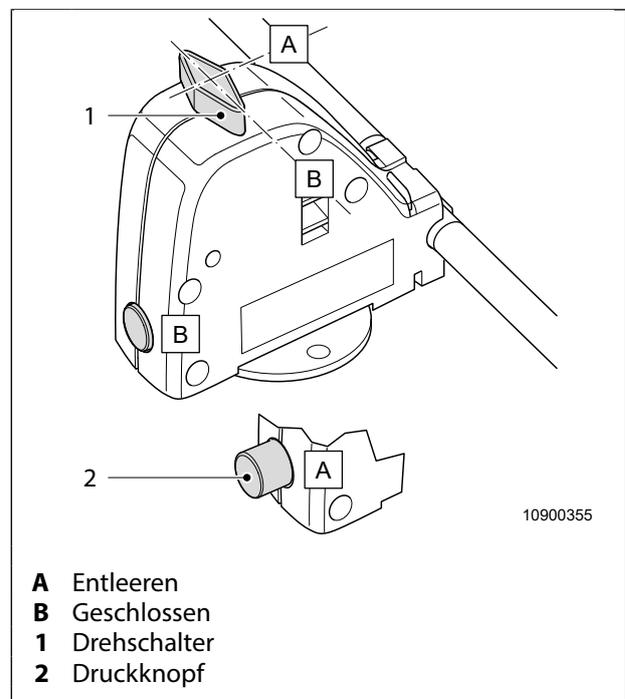

Abb. 44 Automatik Sicherheits-/Ablassventil Warmwasserboiler
3. Drehschalter (Abb. 44, Pos. 1) aus der Stellung B „Geschlossen“ um 90°, bis zum Einrasten in Stellung A „Entleeren“ drehen. Der Druckknopf (Abb. 44, Pos. 2) springt heraus.
1. Drehschalter (Abb. 44, Pos. 1) aus der Stellung A „Entleeren“ um 90°, bis zum Einrasten in Stellung B „Geschlossen“ drehen.
2. Druckknopf (Abb. 44, Pos. 2) hineindrücken.